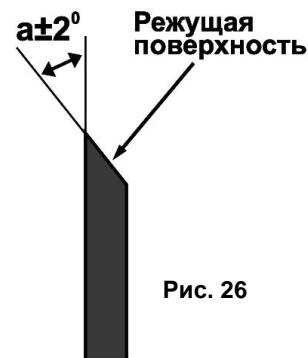

Рис. 26
- Угол заточки обоих ножей должен быть одинаковым (См. Рис.26).